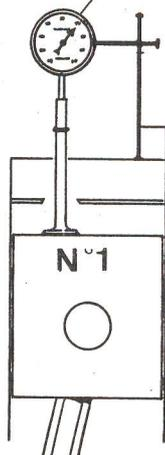

Fig. N11 —
4. Rechercher au comparateur le point zéro du P.M.H. N° 1, la touche du comparateur reposant sur la queue de soupape. Puis, suivant l'avance en degrés de l'application, la convertir en mm (voir tableau section E 13). Le comparateur étant à zéro, retour en arrière du vilebrequin légèrement au delà de l'avance puis, approche lente dans le sens normal de rotation jusqu'à obtention au comparateur du point précis d'avance (fig. N11).